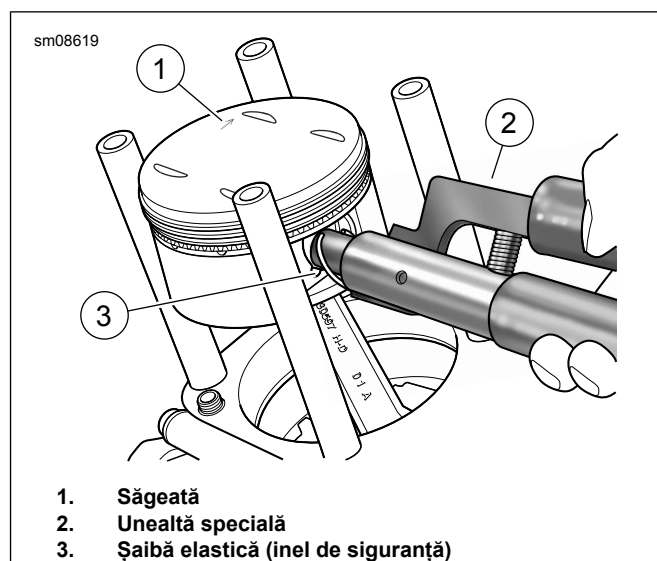

Figura 4. Montare șaibă
- Figura 4 Aliniați și introduceți unealta specială (2) cu șaiba elastică în piston.